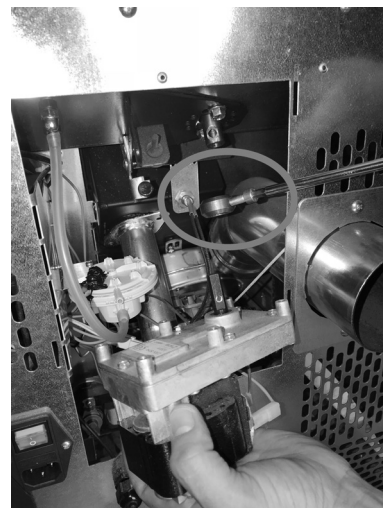

Fig. 38 - Verwijdering van de reductiemotor
- Verwijder de reductiemotor door de blokkerende schroef los te draaien (zie **Fig. 38**).